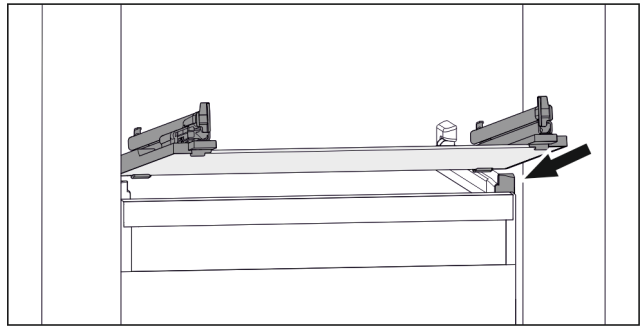

Fig. 79 Exemple de représentation de la tablette en verre
- ▶ Placer la tablette en verre, en l'inclinant, derrière les butées. (voir Fig. 79)